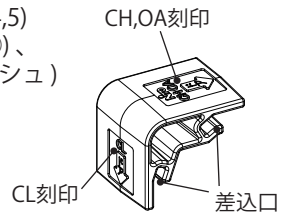
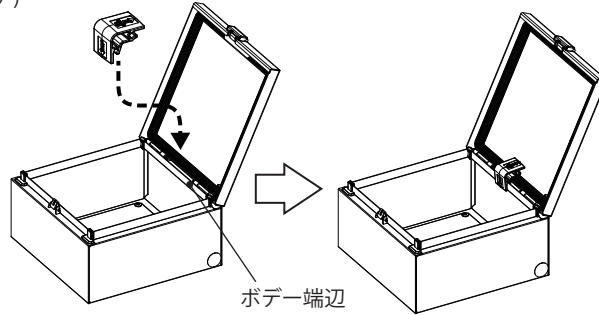
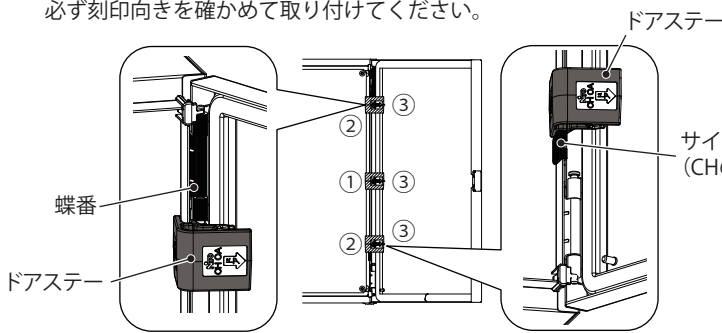

図1 部分名称
図4 取付方法
図6 取付位置
- CH(B)-A,OAS,OAB の場合はドアステーの CH,OA 刻印が正面に、CL(-U),CN(-U) の場合は CL 刻印が正面になるように(図 1,2,3)、蝶番側のボデー端辺にドアステーの差込口を差し込んでください。(図 4,5) ドアステーの取付数は表に従い、取付数が1つの場合は中央(図 6 ①)、2つの場合は上下(図 6 ②)、3つの場合は上中下(図 6 ③)に取り付けてください。上下は蝶番(CHの横幅600mmはサイドブッシュ)に接するように取り付けてください。(図 6,7,8)